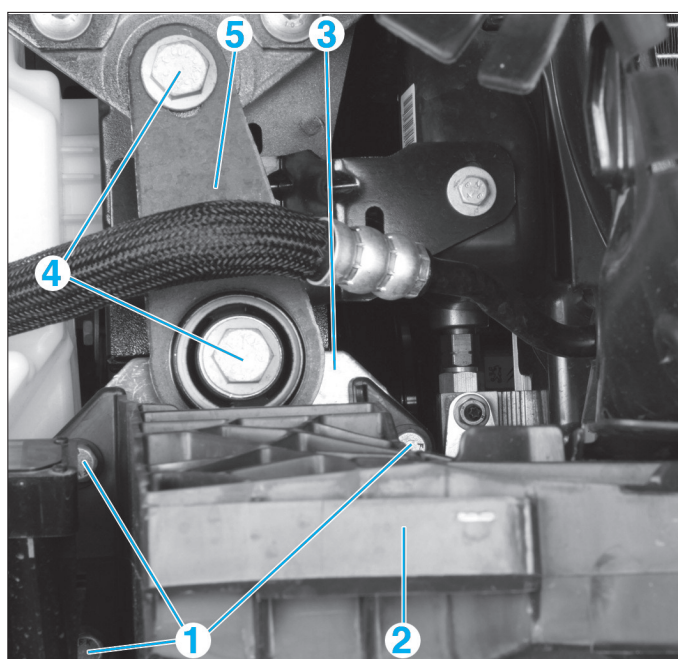

Fig. 13
- les vis de fixation (1) du renfort (2) sur le prolongateur de berceau (3) (Fig.13),
- le renfort (2) en écartant tout d'abord le côté droit,
- les vis (4) des pattes (5) de fixation du prolongateur de berceau sur la caisse de chaque côté,
- les pattes (5).